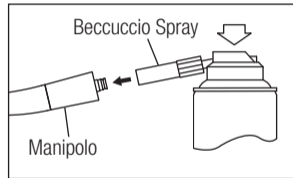

Fig. 9
- 3) Inserire il beccuccio spray nella parte posteriore del manipolo. Mantenere il manipolo e il beccuccio in tale posizione per circa 2-3 secondi. Erogare il lubrificante fino a quando non fuoriesce dalla testina del manipolo (per almeno 2 secondi) (Fig. 9).
- 3) Lubrificare il manipolo usando NSK PANA SPRAY Plus/PANA SPRAY (Fig. 9) o il sistema automatico di pulizia e di lubrificazione dei manipoli NSK.